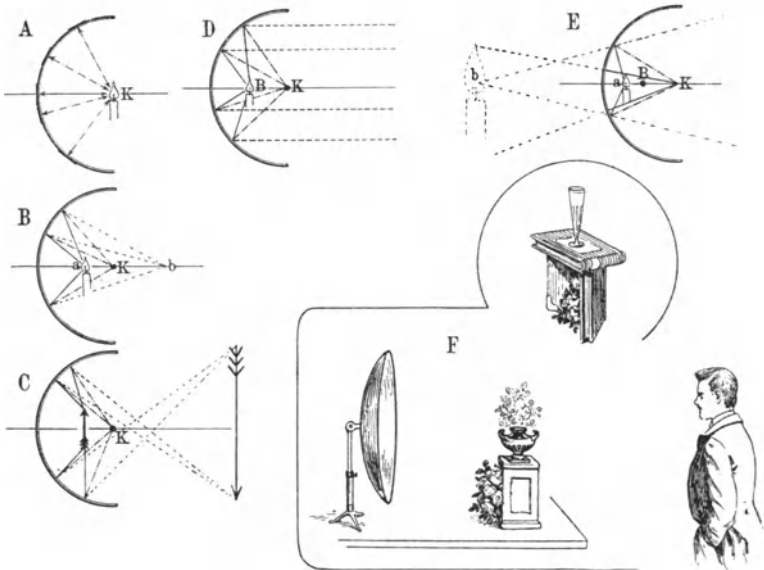

Fig. 81. Erscheinungen am Hohlspiegel.
Zieht man, wie es auf Fig. 81 mehrfach geschehen ist, auf einem Blatt Papier eine horizontale Linie, setzt irgendwo auf ihr mit dem Zirkel ein und schlägt einen halben Kreisbogen, durch dessen Mitte die Linie geht, so kann dieser als die Schnittlinie durch einen kugeligen Hohlspiegel gedacht werden. Stellt man sich die hohle Halbkugel aus Glas vor und auf der Außenseite versilbert, so wird sich offenbar jeder Gegenstand an der Innenseite spiegeln müssen. Es braucht darum
Der Punkt *K*, um den wir den Spiegel mit einem gewissen Radius konstruiert haben, heißt der Krümmungsmittelpunkt und hat offenbar für den Spiegel eine ganz besondere Bedeutung. Denn bringt man in ihm ein Licht an, so sieht man wohl (Fig. 81, A), daß alle von ihm ausgehenden Strahlen senkrecht auf die Spiegelfläche fallen und von diesen wissen wir bereits, daß sie wieder in derselben Richtung
berücksichtigt. Das erforderliche Einfallslot im Fußpunkte eines jeden Strahles, von denen wir der Übersichtlichkeit wegen nur drei zeichnen (B), ist schnell hergestellt. Es ist ja nichts anderes als die Verbindungslinie (— · — · — · —) des Krümmungsmittelpunktes *K* mit dem Fußpunkt der einfallenden Strahlen. Strahl und Lot bilden zusammen den Einfallswinkel, den wir auf der anderen Seite des Lotes nur noch einmal anzutragen haben, um sogleich die Richtung des reflektierten Strahles (— · — · —) zu erhalten. Man sieht dann sofort zweierlei, daß nämlich einmal alle reflektierten Strahlen sich in ein und demselben Punkte schneiden und dann, daß der Schnittpunkt auf der optischen Achse und außerhalb des Krümmungsmittelpunktes liegt. Wo aber reflektierte Strahlen sich schneiden, da wissen wir wohl, entsteht nach den für jede Spiegelung gültigen Gesetzen ein Bild der Lichtquelle, nur daß sich bei einem ebenen Spiegel die Strahlen hinter dem Spiegel schneiden, bei einem Hohlspiegel vor ihm (S. 228). Mit dem Hohlspiegelbilde hat es daher auch seine eigene Bewandnis: es liegt in einiger Entfernung vor dem Spiegel frei in der Luft und läßt sich dort gewissermaßen greifen. Wirklich, halten wir an die angegebene Stelle ein Stück Papier, so erscheint auf ihm eine deutliche Abbildung der Kerze, aber auf dem Kopfe stehend. Wiederum ein Unterschied gegen den gewöhnlichen Spiegel. Es ist aber leicht einzusehen, warum das Bild ein verkehrtes ist, und es lohnt sich für unsere Leser schon, einmal Zirkel und Lineal zur Hand zu nehmen und sich ebenfalls davon zu überzeugen. Sie werden sich bei dieser Gelegenheit daran erinnern, daß jeder Punkt eines beleuchteten Körpers, wenn dieser nicht gerade schwarz ist, eine strahlenaussendende Lichtquelle darstellt. So sendet denn auch der auf der Darstellung C (Fig. 81) in den Hohlspiegel gezeichnete aufrechte Pfeil von allen seinen Punkten Lichtstrahlen aus. Wir betrachten nur seine Spitze und seinen Fuß und zeichnen von beiden Punkten aus Strahlen nach dem Spiegel. Es wird unseren Lesern ein Leichtes sein, nach den gegebenen Regeln, durch Konstruktion des Einfallslotes (— · — · —) usw., den Verlauf der reflektierten Strahlen (— · — · —) zu finden, und sie werden sehen, daß die von der Spitze des Pfeiles herrührenden sich sämtlich unterhalb, die von dem Fußende stammenden sich alle oberhalb der optischen Achse schneiden: Hier entstehen ihre Bilder, und im ganzen von dem Pfeil offenbar ein verkehrtes Bild.
Was mag nun wohl geschehen, wenn die Lichtquelle dem Hohlspiegel noch über den Brennpunkt hinaus genähert wird? Auch diese Frage wollen wir beantworten. Die Strahlenkonstruktion nach unserem bewährten Rezept (Fig. 81, E) ergibt ein Auseinanderlaufen der reflektierten Strahlen. Von einem Schnittpunkt und einem Bilde vor dem Spiegel kann mithin gar keine Rede sein. Unsere Leser werden sich aber erinnern, daß wir bei einem gewöhnlichen ebenen Spiegel ganz ähnliche Verhältnisse hatten (S. 228). Auch dort schnitten sich nicht die reflektierten Strahlen selbst vor dem Spiegel, wohl aber ihre Verlängerungen rückwärts hinter ihm. So ist es hier ebenfalls: das bisher greifbar vor dem Spiegel schwebende und auf dem Kopfe stehende Bild ist nun scheinbar hinter den Spiegel gerückt, nicht mehr zu fassen und,
Fig. 81, F zeigt die Anordnung der Apparate für eine optische Erscheinung (früher nannte man derartige Erscheinungen Phantasmagorien), welche die Anwesenheit eines Blumenstraußes in einer Vase dem in einiger Entfernung vor dem Spiegel stehenden Beschauer vor-täuscht. Es steht aber nur eine leere Vase auf dem Postament und der Blumenstrauß, dessen Bild durch Schiefriechung des Spiegels über der Vase erscheint, hängt an der Rückseite des Postaments. Die Täuschung ist so vollkommen, daß man seinen Augen nicht traut, wenn man das Gefäß bei näherer Besichtigung leer findet. Freilich darf sich außer dem Strauß sonst nichts wieder spiegeln und daher hinterkleidet man den Sockel mit schwarzem Sammet.